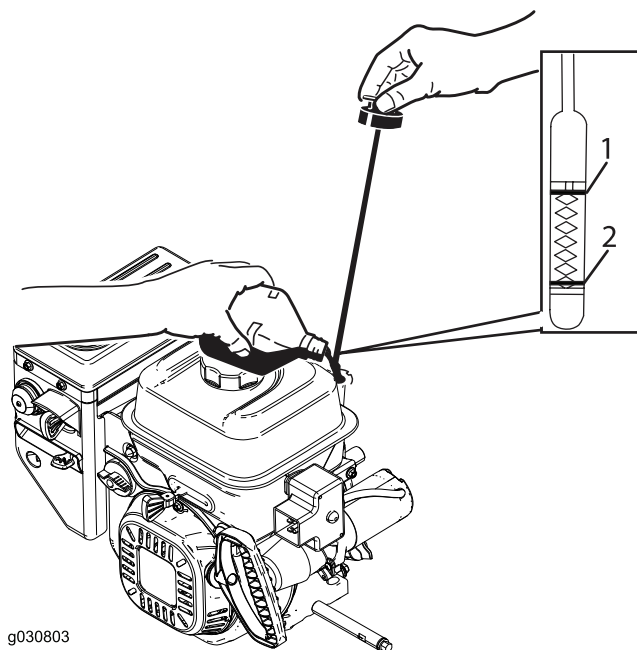

Bild 12
1. Nehmen Sie den Peilstab heraus und füllen Sie das Öl **langsam** in den Einfüllstutzen ein, um den Ölstand auf die Vollmarke am Peilstab anzuheben. **Überfüllen Sie nicht** (Bild 12). Siehe „Prüfen des Motorölstands“ unter „Wartung“.